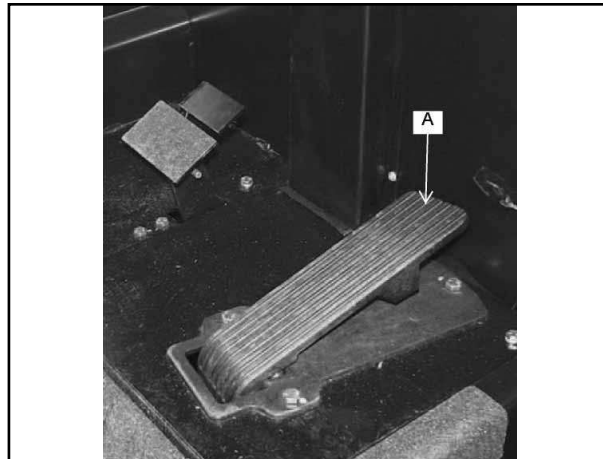

FIGURA 30
El acelerador de pedal (A) está situado a la derecha del pedal del freno, en el suelo del compartimento del conductor, como se muestra en la figura 30. Este pedal controla la velocidad de desplazamiento de la máquina: Presione el interruptor de avance/marcha atrás para elegir la dirección del desplazamiento y luego presione el acelerador de pedal para poner la máquina en movimiento. Aumente la presión en el pedal para aumentar la velocidad de desplazamiento.